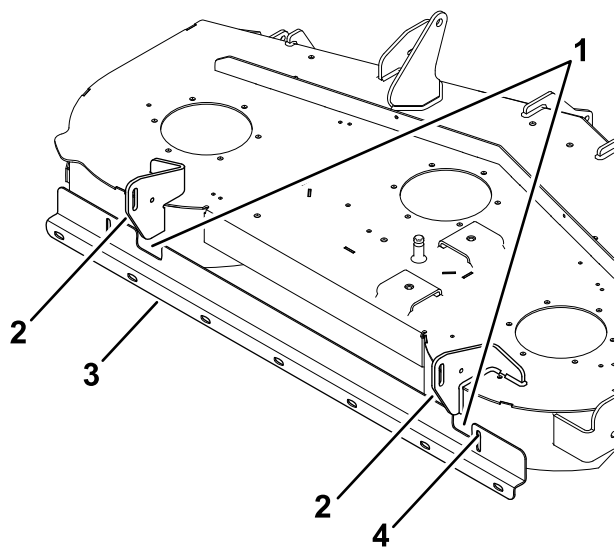

Figura 2
3. Utilizzando la staffa come modello, marcate e praticate un foro nella parte ricurva del deflettore destro utilizzando una punta per trapano da 9/32", come illustrato nella Figura 2.